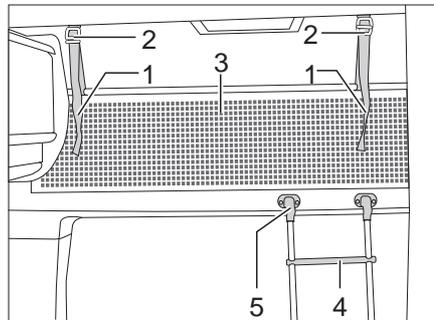

Bild 110 Alkovenbett
**Aufstiegsleiter** Zum Besteigen des Alkovenbetts die serienmäßig beigelegte Aufstiegsleiter (Bild 110,4) benutzen.
*Einhängen:* ■ Die Leiter mit den Holmen in die Halterung (Bild 110,5) an der Alkovenblende einhängen.
**Sicherungsnetz** Das Sicherungsnetz (Bild 110,3) ist serienmäßig zwischen Matratze und Lattenrost verstaut. Das Sicherungsnetz erst aufspannen, wenn sich die Personen bereits im Alkoven befinden.
*Aufspannen:* ■ Die Haltebänder (Bild 110,1) in die Halterungen an der Decke (Bild 110,2) einrasten.